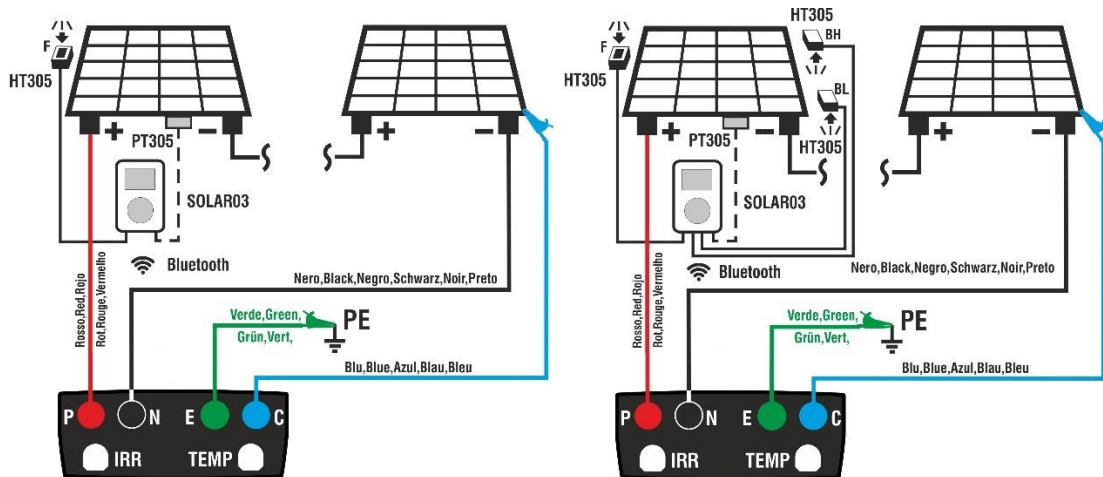

Abb. 13: Verbindung mit Fernstation im direkten an Monofazialen und Bifazialen Modulen
3. Verbinden Sie das Instrument mit dem zu messenden PV-Modul/String und eventuell mit dem Haupt-Erdungsknoten des Systems und mit geerdeten Metall-Massen, wie in der Abb. 13 gezeigt. Insbesondere:
- **Bei bifazialen Modulen** → stellen Sie die **3 Bezugszellen HT305** auf die Frontfläche des Moduls (**F**), auf die obere Rückseite (**BH=BackHigh**) und auf die untere Rückseite (**BL=BackLow**) des Moduls. Verbinden sie die vordere Bezugszelle (F) am Eingang „**INP1**“, die Bezugszelle BH am Eingang „**INP2**“, die Bezugszelle BL am Eingang „**INP3**“ und **eventuell** die Temperaturprobe **PT305** am Eingang „**INP4**“ der Fernstation. Gemäß IEC/EN60904-1-2 berechnet das Instrument den Wert der äquivalenten frontalen Einstrahlungsstärke (**Irreq**), der der Einstrahlungsstärke nur auf der Frontseite entspricht, die die gleichen Auswirkungen hat wie die auf beiden Seiten gemessene Einstrahlungsstärke, wobei der **Bifazialitäts-Koeffizient** ( $\varphi$ ) des Moduls gemäß der folgenden Beziehung berücksichtigt wird: